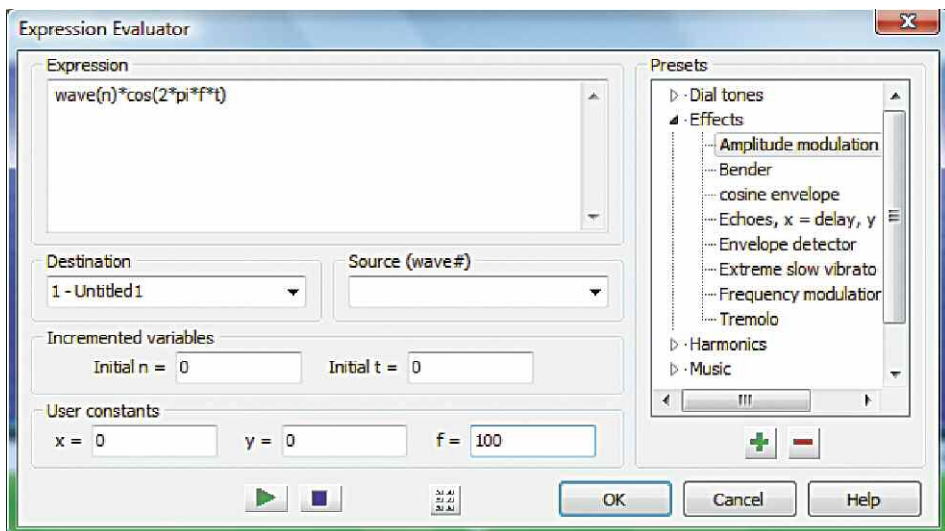

Рис. 6
5. Для обработки огибающей сигнала по косинусоидальному закону снова воспользуемся меню пресета (рис. 6) и зададим частоту амплитудной модуляции глубиной 100 % в 10 раз ниже исходной частоты, т. е. 100 Гц. Частоту с дробным числом записывают через точку, например, для основной частоты 24 Гц модулирующая частота равна 2,4 Гц, которую записывают в окне через точку: 2.4. Брать частоту основного тона выше 4...5 кГц не имеет смысла.